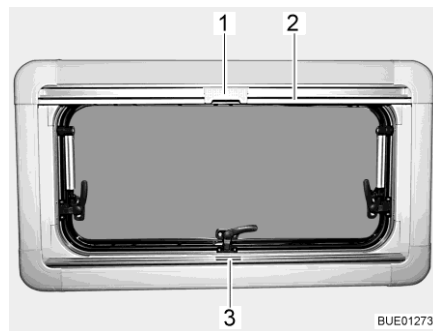

Bild 106 Överkantshängt fönster
- Ta tag i mitten på plisségardinens list (Bild 106,3) och drag den nerifrån och uppåt och släpp den vid önskad höjd. Plisségardinen stannar på denna höjd.
- Drag, med listen, (Bild 106,2) ner insektsnätet tills listen stöter mot plisségardinen (Bild 106,3).
- Lås fast insektsnätets spärr (Bild 106,1) på plisségardinens list.
- Tryck spärren (Bild 106,1) upptill på insektsnätet bakåt.
- För långsamt tillbaka insektsnätet med listen (Bild 106,2).